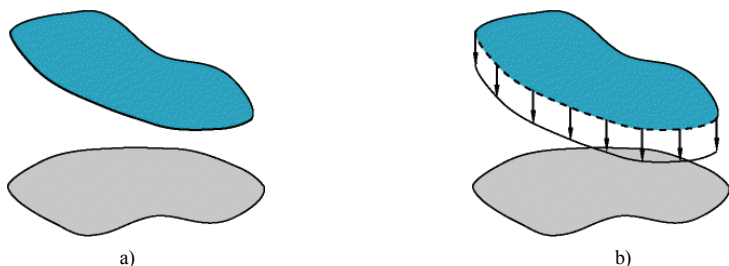
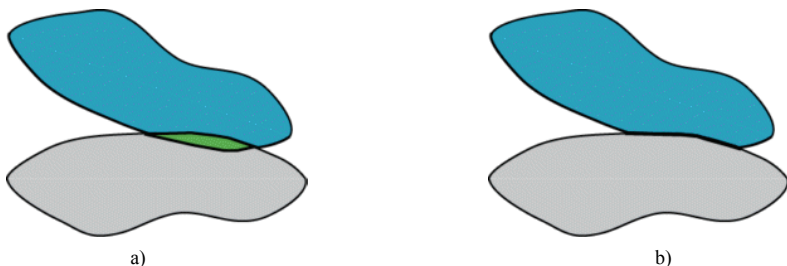

图 8-8 补偿界面间隙
图 8-9 消除界面干涉
- 设置为 Adjust to Touch 时，界面上存在的间隙将会自动补偿到进行接触的状态，如图 8-8 所示；而对于存在的干涉，将自动消除，如图 8-9 所示。
- 而使用带 Offset 补偿的方法，需要设置补偿值，正值代表将接触面向目标面进行补偿，其作用原理可以参考图 8-8。